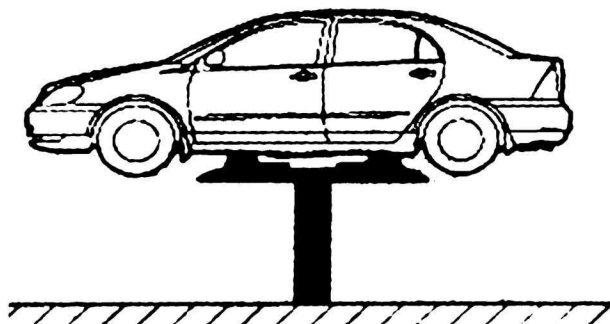

图 1-2-6 工位六
(6) 工位六 (举升机升至中位): 检查并确认储液罐内制动液已添加到上线位置, 如图 1-2-6 所示。